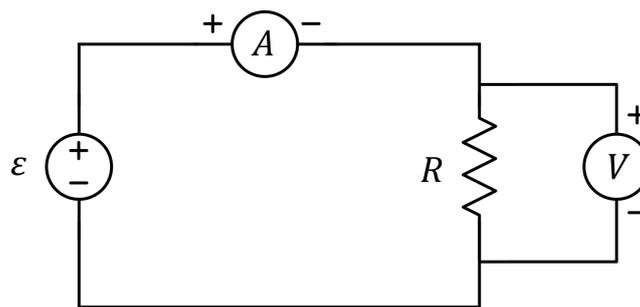

Figura 6 Esquema de montagem com fonte de tensão contínua, resistor, voltímetro e amperímetro.
1. Monte o circuito conforme o esquema da figura 6, utilizando o resistor R (NiCr), ainda sem ligar a fonte de tensão. **Observação:** *O amperímetro deve ser ligado sempre em série ao circuito, enquanto que o voltímetro conecta-se sempre em paralelo. O terminal "COM" do multímetro corresponde ao terminal (-).*
5. Repita os procedimentos anteriores, utilizando agora como resistor a lâmpada incandescente com filamento de Tungstênio (W).